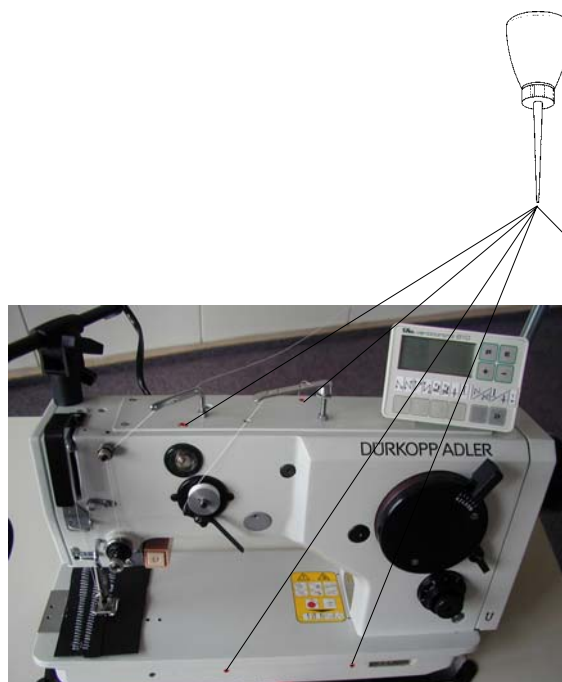

Fig. 12
Pour graisser la machine, utiliser l'huile Esso SP-NK 10 ou une autre huile de la même qualité (viscosité à 40°C: 10 mm²/s, point d'inflammation 150°C). Chaque jour, avant de commencer la couture, goutter l'huile dans les trous marqués sur la machine en couleur rouge (Fig. 12, 13). Contrôler surtout le niveau d'huile dans l'indicateur d'huile (1) pour graisser le crochet. Compléter l'huile par le trou (2) au-dessus de l'indicateur d'huile uniquement dans le cas où le niveau d'huile descend considérablement au-dessous du milieu de l'indicateur d'huile.